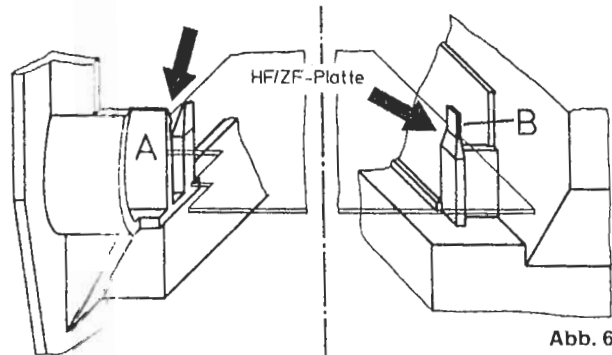

Abb. 6
4. Halterung **A** (Abb.6) der HF-/ZF-Platte zurückdrücken und Platte aus den Rastebenen **A** ziehen. HF-/ZF-Platte zur Gehäuse-Oberkante kippen bis die Platte aus den Fixriemen **B** gleitet.